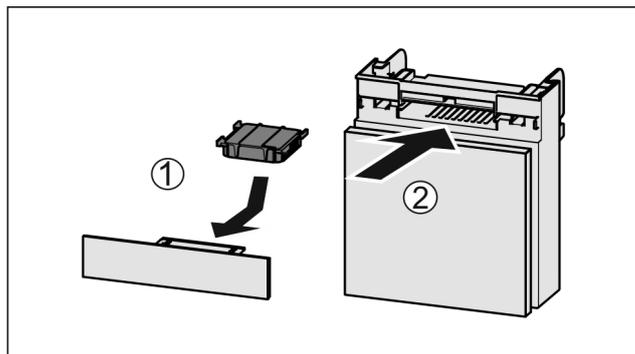

Fig. 84
- ▶ Поставете Fig. 84 (1) филтъра с активен въглен, както е показано на фигурата.
- ▶ Вкарайте Fig. 84 (2) отделениято.